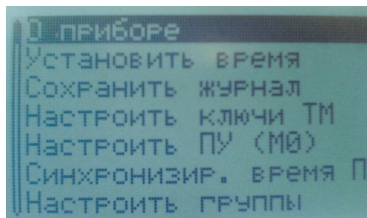

Рис.13
7.3.2. Выход из режима конфигурирования осуществляется при нажатии кнопки «F1» в головном меню конфигурирования (рис.13). Выход в головное меню конфигурирования из подменю осуществляется нажатием кнопки "МЕНЮ".
7.4. Головное меню режима конфигурирования (рис.13) содержит пункты подменю: